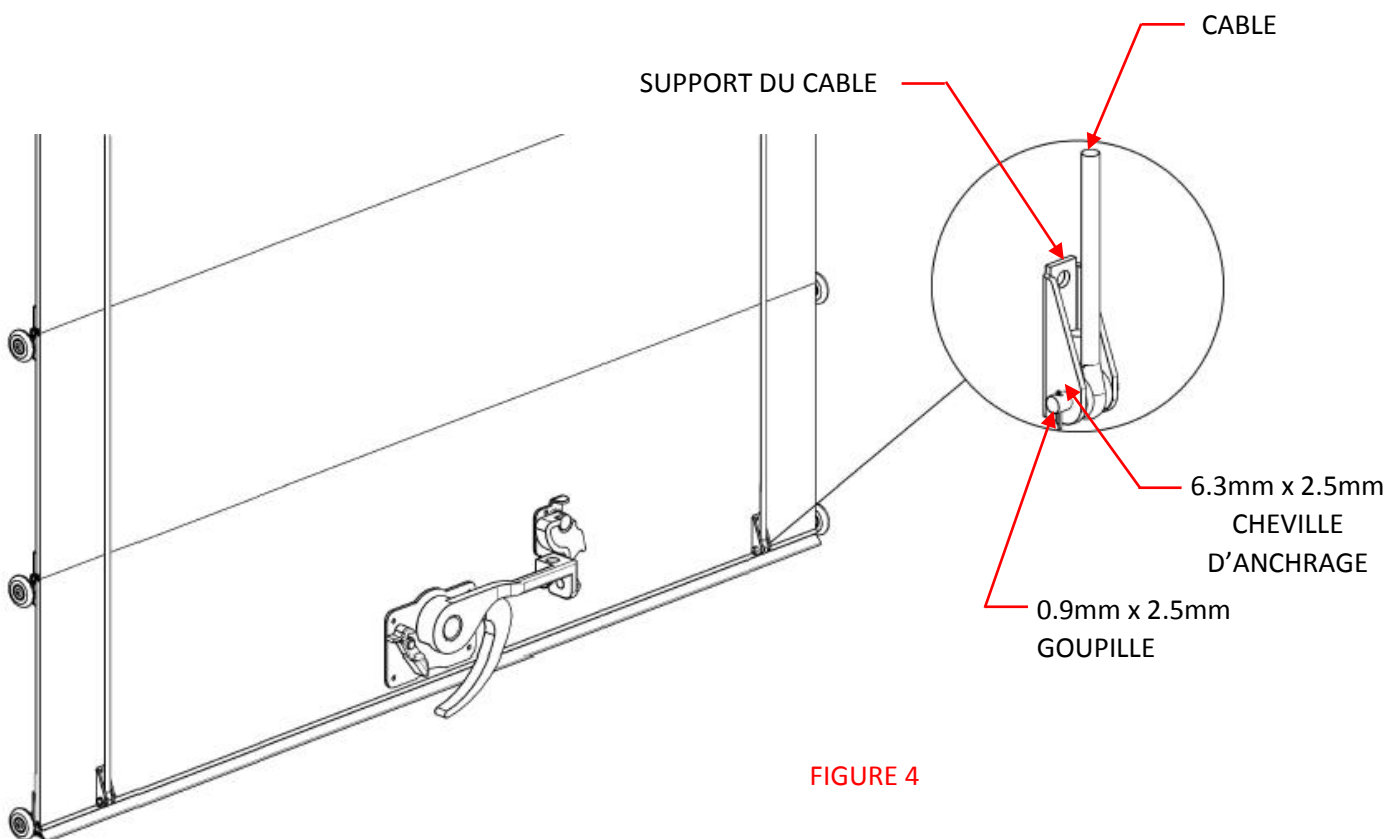

FIGURE 4
3. Veuillez inspecter les câbles et les remplacer si nécessaire (voir Figure 4).
4. Veuillez inspecter les chevilles, goupilles et les remplacer si nécessaire (voir Figure 4).